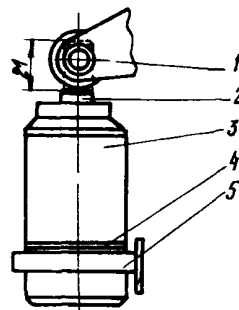

Рис.31. Масляный демпфер:
23.2. Установить масляный буфер 3 в кронштейн 5 и зафиксировать отключенное положение вала. При этом шток 2 буфера должен быть утоплен роликом I вала выключателя до упора (рис.31).